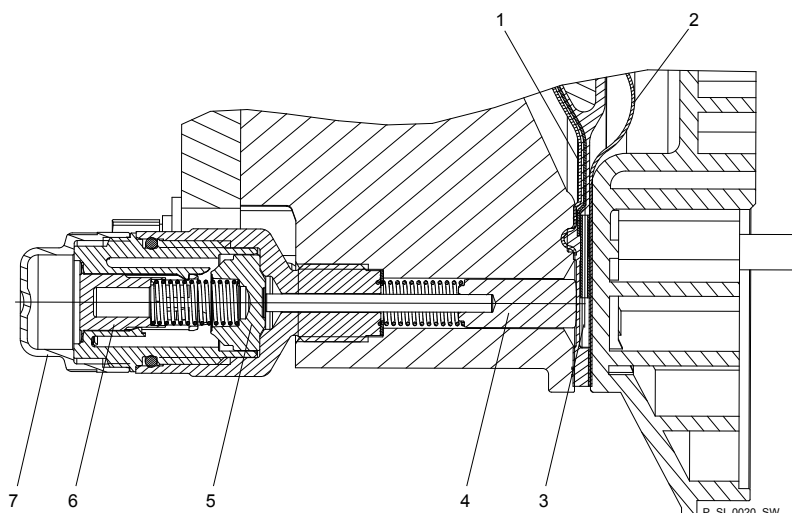

Fig. 35: Vista in sezione della segnalazione di rottura della membrana Sigma (versione "indicatore di rottura ottico")
2. ➤ Se il pistone del sensore di rottura membrana dovesse essere umido o sporco (vedere Fig. 35, pos. 4), pulire sia il pistone che il foro in cui scorre.